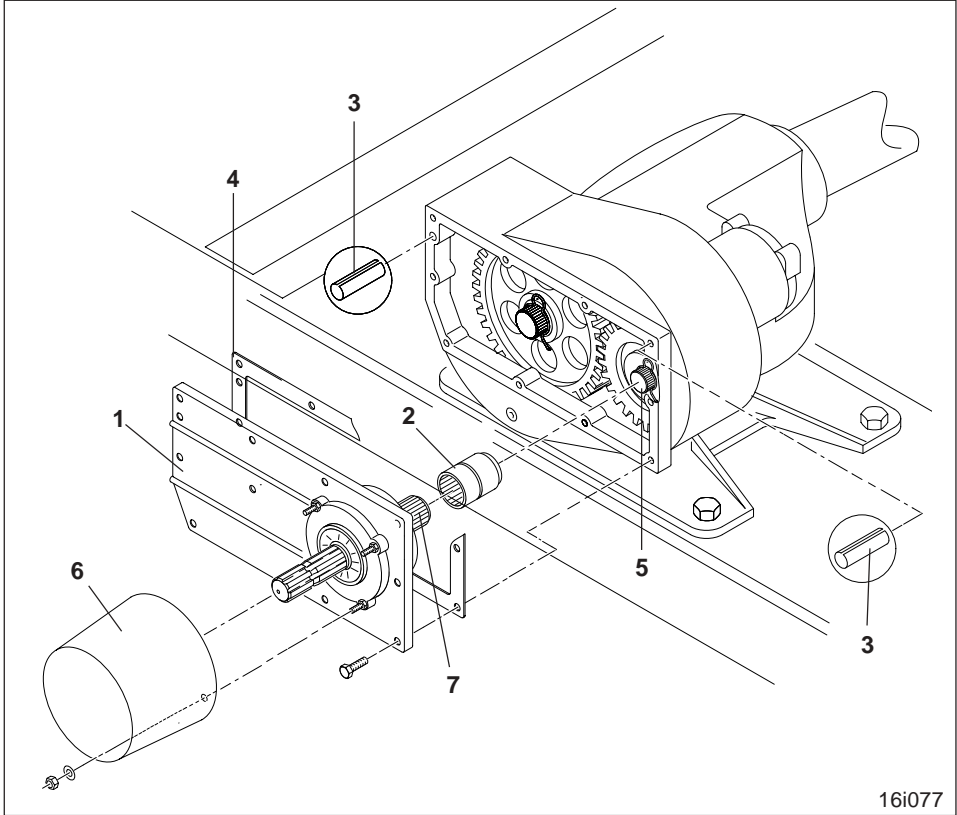

Fig. 9.10
Zum Antreiben einer zapfwellengetriebenen Sämaschine mit dem Wechselradhauptgetriebe ist es erforderlich, den Zapfwelldurchtrieb (Fig. 9.10) nach Kap. 9.4.5 nachzurüsten.
Zur Montage von Zapfwellendurchtrieb und Winkelabtrieb ist der Austausch des Getriebedeckels (Fig. 9.10/1) erforderlich. Die Arbeitsgänge sind in jedem Fall identisch und werden im folgenden anhand der Montage des Zapfwellendurchtriebes erklärt.
- Verbindungshohlbuchse (Fig.9.10/2) mit innen montiertem Sicherungsring auf
die Durchtriebswelle (Fig. 9.10/7) stecken.
- Getriebedeckel (Fig. 9.10/1) mit zwei Zylinderstiften (Fig. 9.10/3) zentrieren und mit einer neuen Dichtung (Fig. 9.10/4) am Getriebe anschrauben. Dabei ist die Verbindungshohlbuchse (Fig. 9.10/2) auf die Antriebswelle (Fig. 9.10/5) aufzuschieben.
- Schutztopf (Fig. 9.10/6) am Getriebedeckel anschrauben.